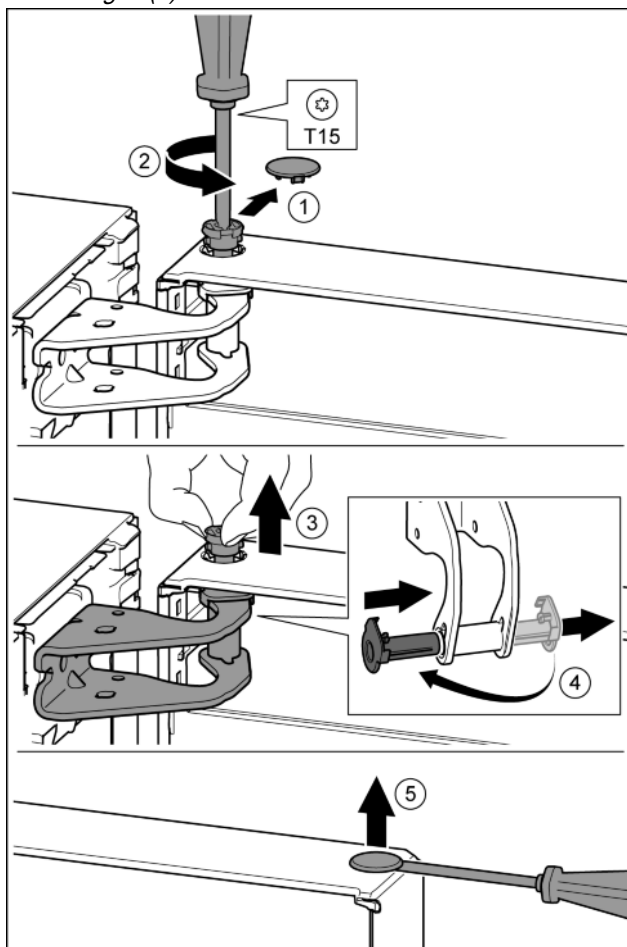

Fig. 9
- Óvatosan húzza le a biztonsági fedelet. Fig. 9 (1)
- A csapot a T15 csavarhúzóval kicsit tekerje ki. Fig. 9 (2)
- Tartsa meg az ajtót, és a csapszeget az ujjaival húzza ki. Fig. 9 (3)
- Húzza ki a csapágyperselyt a vezetősinből. A másik oldalra helyezze és pattintsa be. Fig. 9 (4)
- A dugót egy hornyoltfejű csavarhúzóval óvatosan emelje ki az ajtó csapágyperselyből, és húzza ki. Fig. 9 (5)